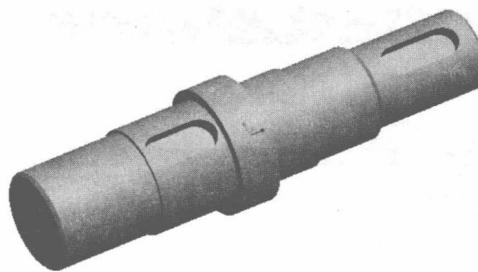

图 1.6 插入的轴
**STEP 05** 选中该零件后，单击【打开】对话框中的【打开(O)】按钮，将该阶梯轴零件插入到装配设计环境中，此时零件显示为金黄色，如图 1.6 所示。